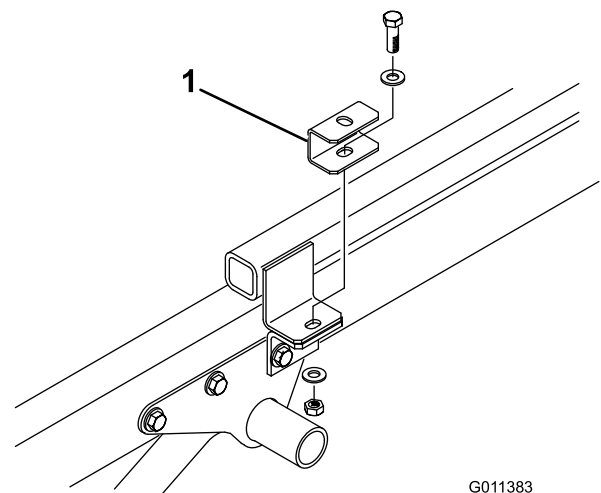

Figure 7
4. Fixez un support entretoise sur le haut de chaque patte du bâti d'attelage avec la vis, les (2) rondelles plates et le contre-écrou retirés précédemment (Figure 7).
5. Positionnez le TopDresser sur le cadre du véhicule en alignant les trous des supports de montage arrière sur les trous de chaque côté du cadre (Fig. 7).